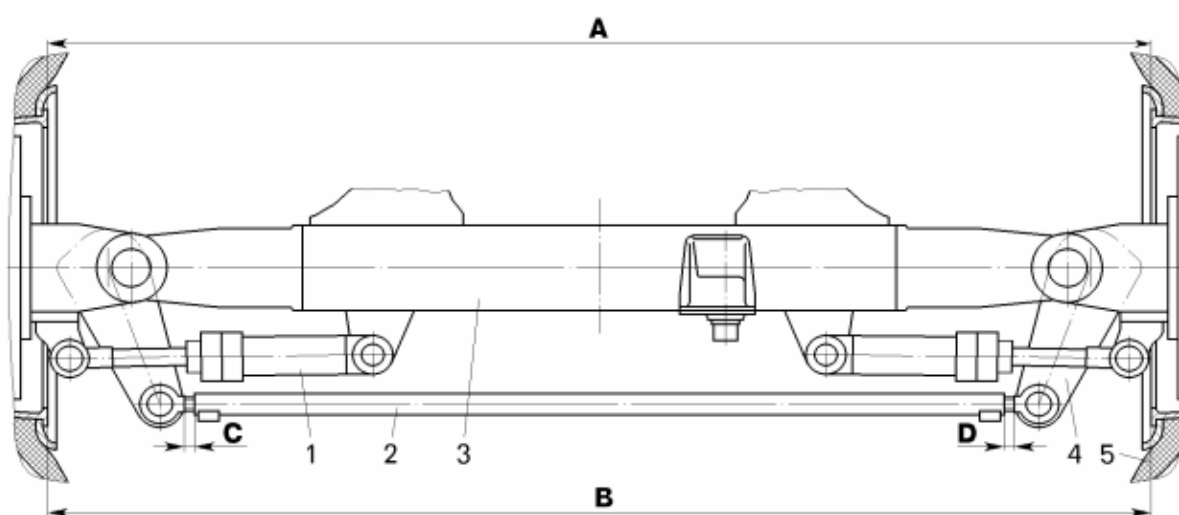

Рисунок 10.6 – Схема регулировки схождения управляемых колес:
- измерить расстояние между торцами ободьев колес спереди на уровне оси колес (диагностический параметр А) (рисунок 10.6). Отметить мелом точки замера;